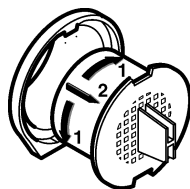

Fig. 5
- ▶ Girar o filtro de carvão ativo em 90° para a direita ou para a esquerda *Fig. 5 (1)*.
- ▶ O filtro de carvão ativo deverá ser extraído *Fig. 5 (2)*.
- ▶ Girar o novo filtro de carvão ativo em 90° para a direita ou para a esquerda *Fig. 5 (1)*, até que encaixe.